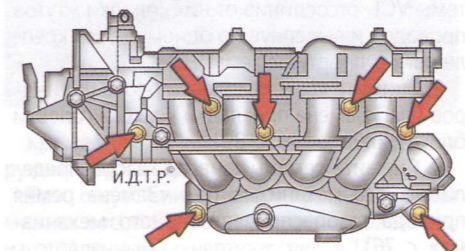

Рис. 5.12. Болты крепления впускной трубы
10. Выверните семь болтов крепления впускной трубы (рис. 5.12) и снимите впускную трубу в сборе с дроссельным узлом и установленную под ней прокладку.